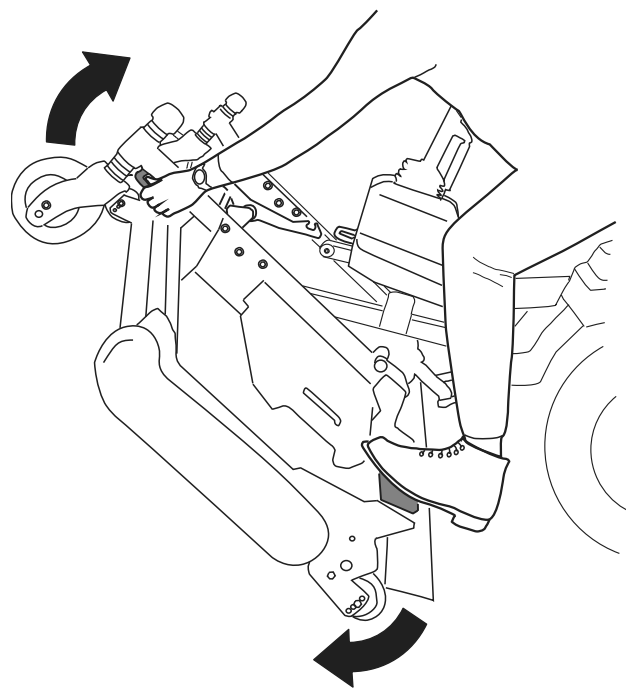
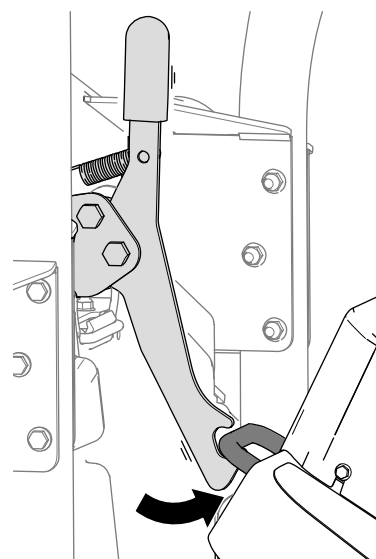
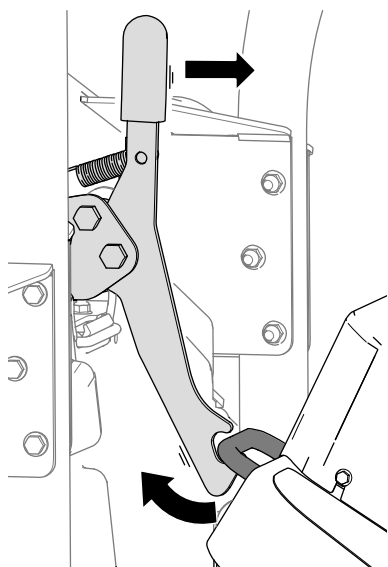

Рисунок 39
Рисунок 40
Рисунок 41
5. Поверните режущий блок (**Рисунок 39**) так, чтобы защелка вошла в зацепление с крепежным кронштейном (**Рисунок 40**).
1. Освободите защелку режущего блока от кронштейна крепления машины (**Рисунок 41**), для этого немного поверните режущий блок вперед (см. **Рисунок 39**) и потяните рукоятку защелки вперед.